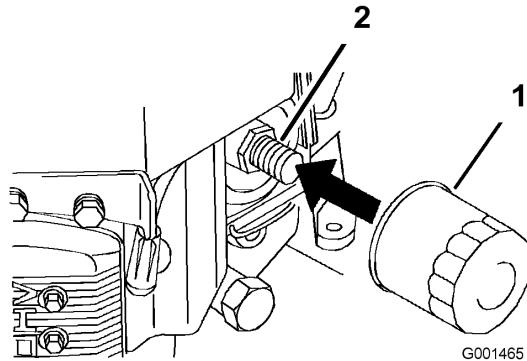

Figura 26
- Retire el filtro de aceite usado (Figura 26).
- Aplique una capa fina de aceite nuevo a la junta de goma del filtro nuevo (Figura 26).
- Instale el filtro de repuesto en el adaptador de filtro; gire el filtro en el sentido de las agujas del reloj hasta que la junta de goma entre en contacto con el adaptador del filtro, luego apriete el filtro tres cuartos de vuelta más (Figura 26).